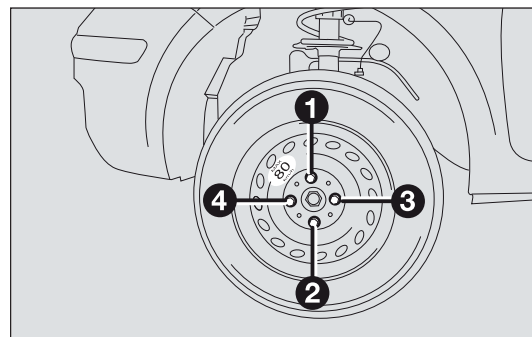

fig. 127
- ☐ stringere a fondo i bulloni, passando alternativamente da un bullone a quello diametralmente opposto, secondo l'ordine illustrato in fig. 127.